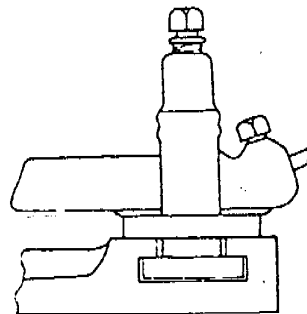

Figura 5
- b. Sujete el porta-herramientas de modo que tenga el máximo de apoyo posible sobre el carro (Figura 5).